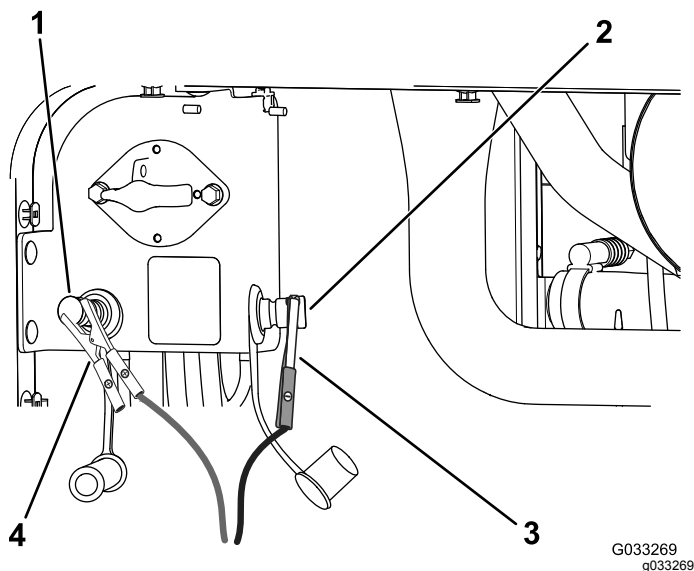

Bild 98
4. Schließen Sie das Pluskabel des Batterieladegeräts am positiven Starthilfepol an (Bild 98).
5. Schließen Sie das Minuskabel des Batterieladegeräts am negativen Starthilfepol der Batterie an (Bild 98).
7. Wenn die Batterie ganz aufgeladen ist, ziehen Sie den Stecker des Ladegeräts aus der Stromquelle. Klemmen Sie dann die Klemmen des Ladegeräts von den Batteriepolen ab (Bild 98).